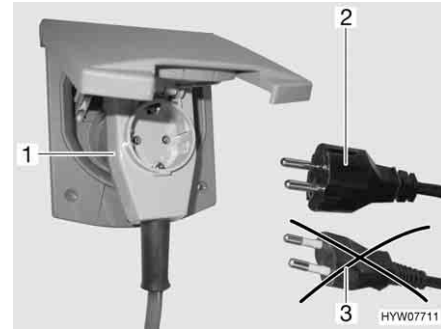

Fig. 143 Raccordement à un adaptateur coudé avec prise de courant
- ▶ Lors de l'utilisation d'un adaptateur coudé CEE 17 muni d'une prise à l'arrière (Fig. 143,1), se servir uniquement d'un connecteur en caoutchouc et scellé IP 44 avec contact de mise à la terre (Fig. 143,2). Ne pas utiliser de connecteur sans contact de mise à la terre (Fig. 143,3).